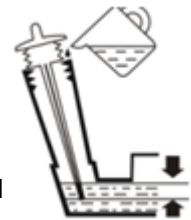

Abb. 21
3. Das Öl muss einen Punkt zwischen den Markierungen „H“ (hoch) und „L“ (niedrig) auf dem Ölstab erreichen. Siehe Abbildung 21.